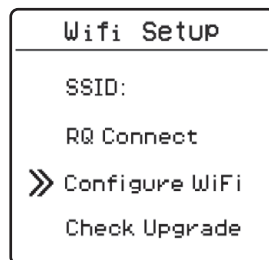

Fig. 15
3. Selezionare la voce di menu **Configure WiFi** con i tasti freccia e confermare la selezione premendo brevemente il tasto Enter (fig. 15).